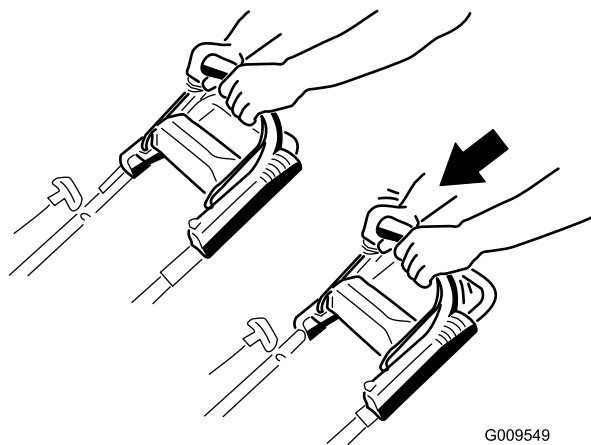

**Figure 19**
2. Appuyez sur le bouton de démarrage électrique (modèle à démarreur électrique uniquement; voir Figure 18) ou tirez la poignée du lanceur (Figure 19).
vigoureusement (Figure 19). Laissez le lanceur se rétracter lentement jusqu'à la poignée.